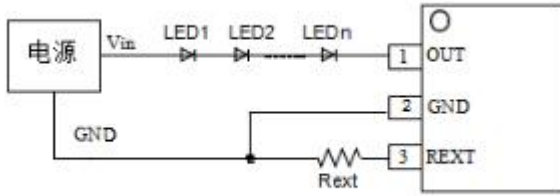

图 1. WS9621B 应用电路原理图
如图 1 所示的应用电路，工作效率按式 (1) 设计：
1) 如图 1 电路中，OUT 端口电压按式 (2) 设计：